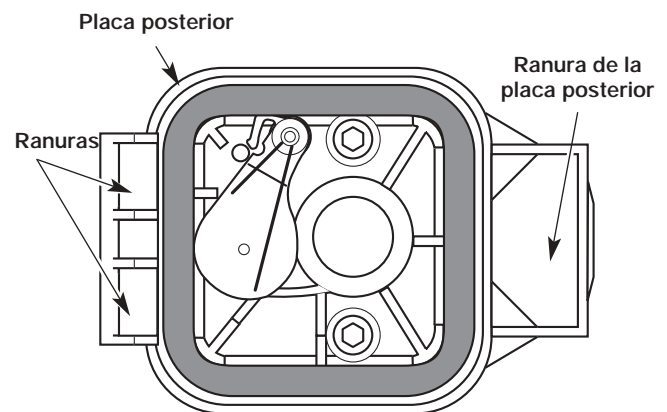

Figure 34
6. Vuelva a colocar el filtro (Fig. 34).
7. Vuelva a instalar la cubierta del filtro de aire. Coloque los ganchos del lado izquierdo de la cubierta del filtro de aire en las ranuras del lado izquierdo de la placa posterior (Fig. 34).